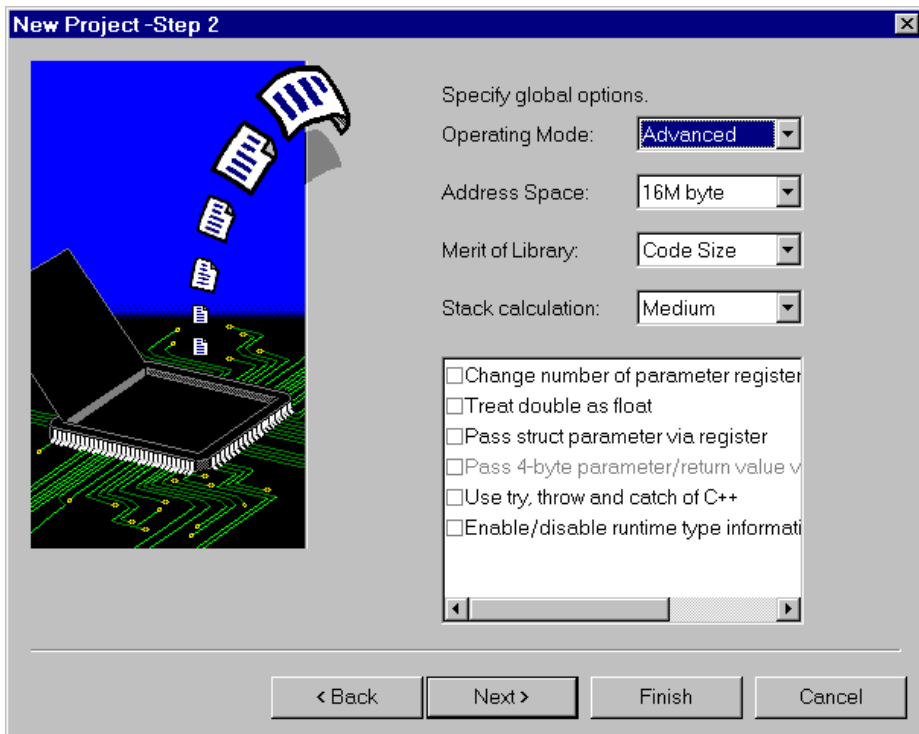

図 1.5 プロジェクトジェネレータの CPU 固有オプション設定画面（Step2）
Step1 画面で[Next >]をクリックすると、図 1.5に示す画面を表示します。